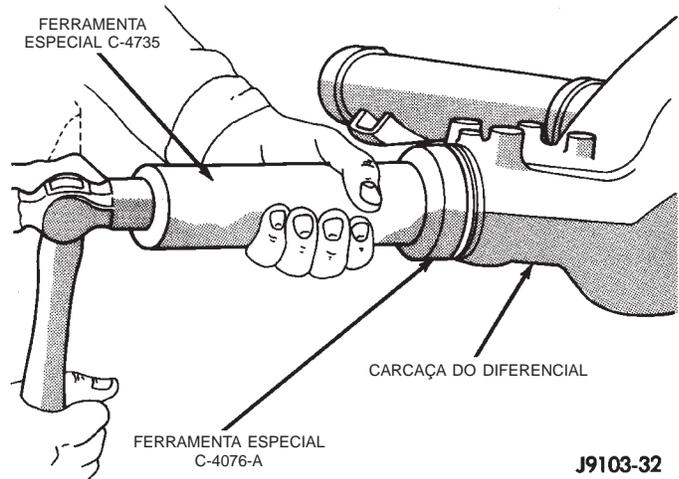

Fig. 15 Instalação da Vedação do Pinhão do Eixo de 8 1/4
- (4) Aplique uma leve camada de lubrificante de engrenagem na borda da vedação do pinhão.
- (5) Instale a nova vedação do eixo do pinhão com:
- Eixo de 8 1/4: Instalador C-4076-B e Alça C-4735-1 (Fig. 15).